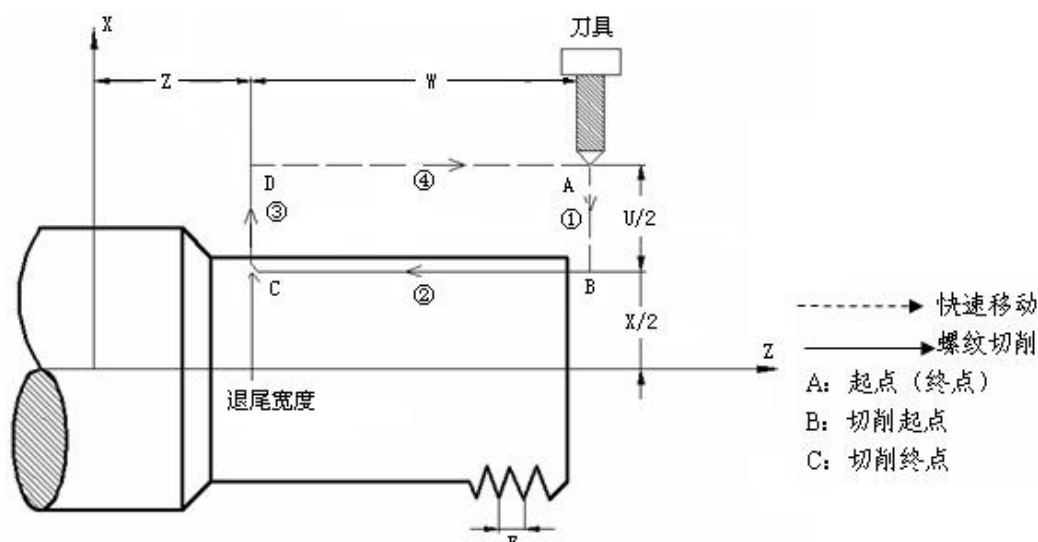
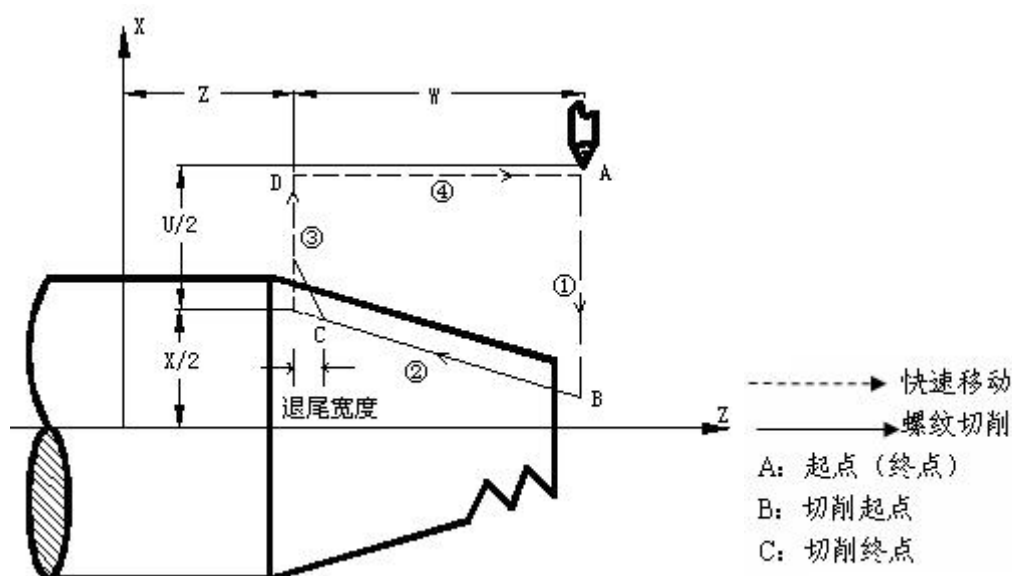

图 2-60 直螺纹
图 2-61 锥螺纹
**代码功能：**从起点开始，进行径向（X 轴）进刀、轴向（Z 轴或 X、Z 轴同时）切削，实现等螺距的刚性直螺纹、刚性锥螺纹切削循环。执行 G92.1 代码，在刚性螺纹加工末端有螺纹退尾过程：在距离螺纹切削终点固定长度（称为螺纹的退尾长度）处，在 Z 轴继续进行螺纹插补的同时，X 轴沿退刀方向加速退出，Z 轴到达切削终点后，X 轴再以快速移动速度退刀，如图 2-60 和 2-61 所示。
执行过程：直螺纹如图 2-60，锥螺纹如图 2-61。